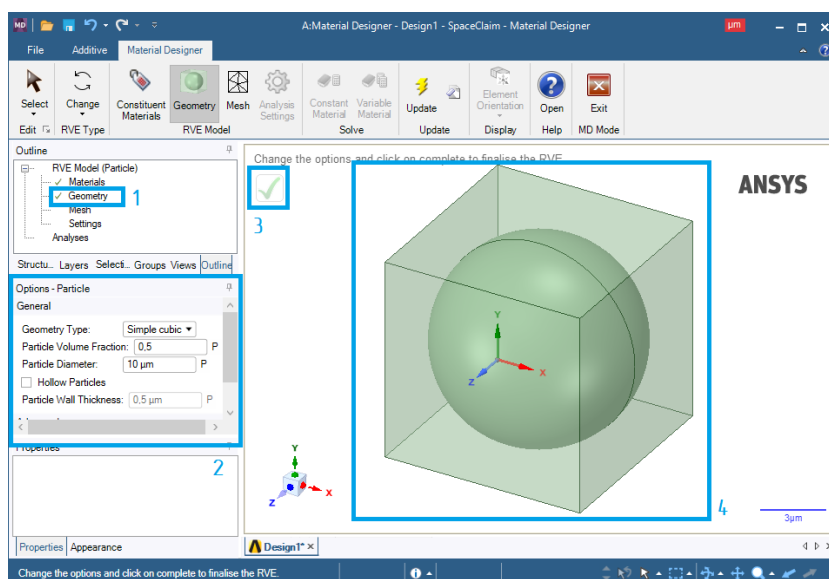

Рис. 9. Создание геометрии объемного элемента модифицированной микроструктуры
6. Для создания геометрии объемного элемента модифицированной микроструктуры (рис. 9) нажимаем ЛКМ на **Geometry** (1). После этого в левой панели настроек отобразятся настройки геометрии объемного элемента модифицированной микроструктуры (2) (в зависимости от типа выбранного объемного элемента настройки могут быть различными). Нажимаем галочку (3) и на рабочем пространстве появится трехмерная модель сгенерированного объемного элемента (4).